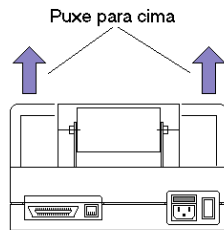

Figura 5 – Retirando a tampa traseira
1. Retire a tampa traseira (1) puxando-a para cima como mostra a figura 5;